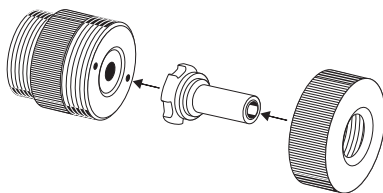

Fig. 1
2. Inserire l'espansore multiuso (F) con la flangetta rivolta verso la bicchieratrice nella testa estraibile (E) come in Fig. 1.